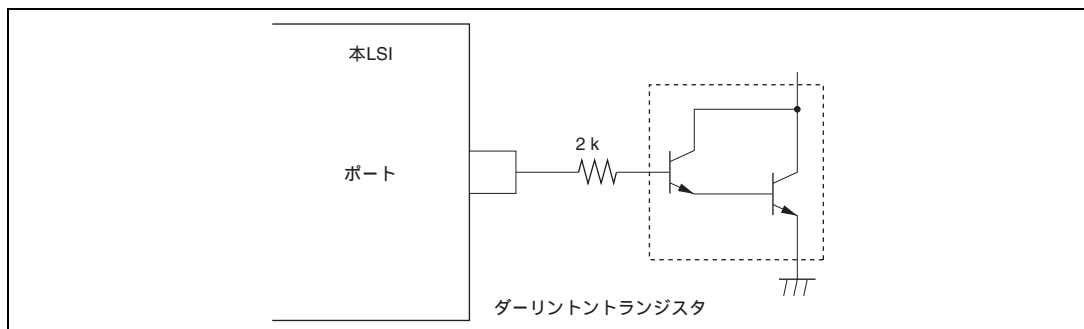
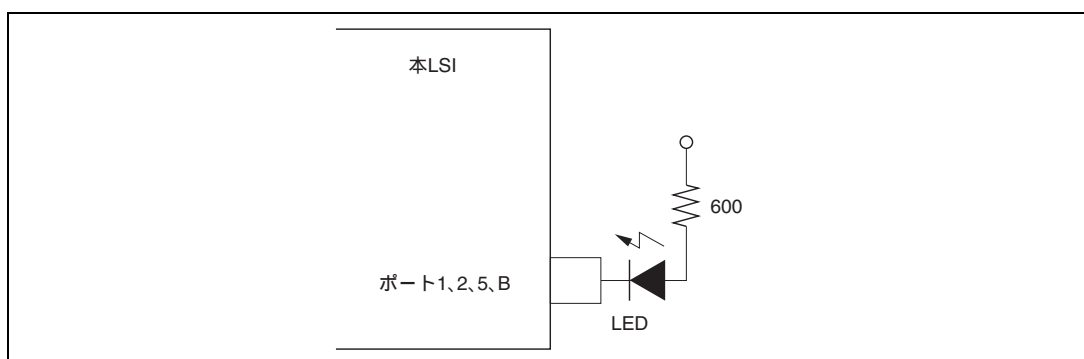

図 22.1 ダーリントントランジスタ駆動回路例
図 22.2 LED 駆動回路例
2. ダーリントントランジスタや、LED を直接駆動する場合には、図 22.1、図 22.2 に示すように、出力に必ず電流制限抵抗を挿入してください。